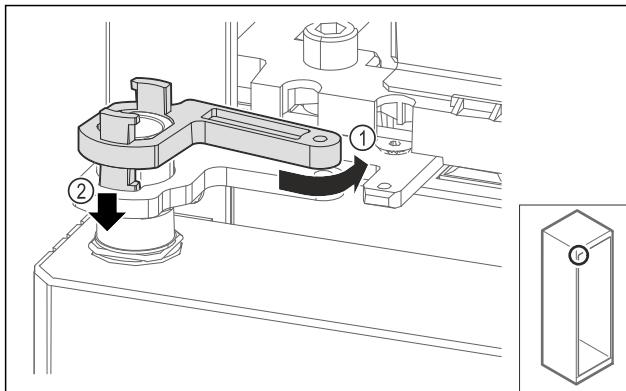

Fig. 71
- Слегка поверните фиксатор опорного кронштейна в обратную сторону Fig. 71 (1), нажмите на него сверху вниз Fig. 71 (2) и заблокируйте в шарнирном уголке.